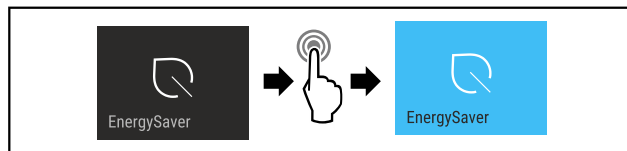

Fig. 15
- ▶ Provedte akční kroky (viz Fig. 15).